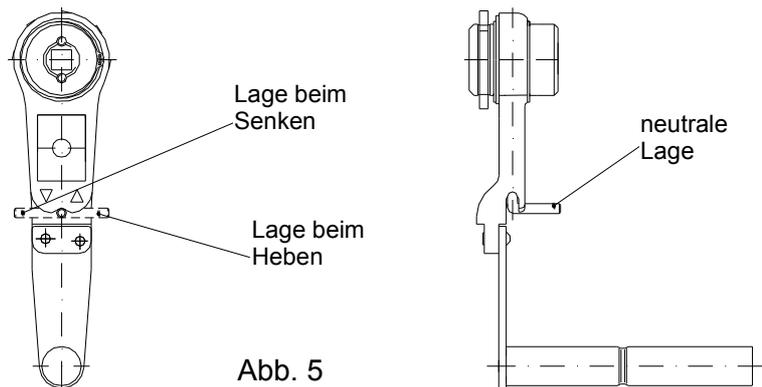

Abb. 5
Vor dem Heben ziehen Sie den Revershebel teilweise aus und stellen Sie ihn auf das Zeichen Heben – Pfeil nach oben (s. Abb. 5) ein. Das Heben führen Sie durch schwingende (ggf. rotations-) Bewegung der Ratschenkurbel durch.
fest an, dass das Spiel im Zahntrieb 4 – 6 mm beträgt (s. Abb. 5) und schrauben Sie die Schrauben (6) ein.